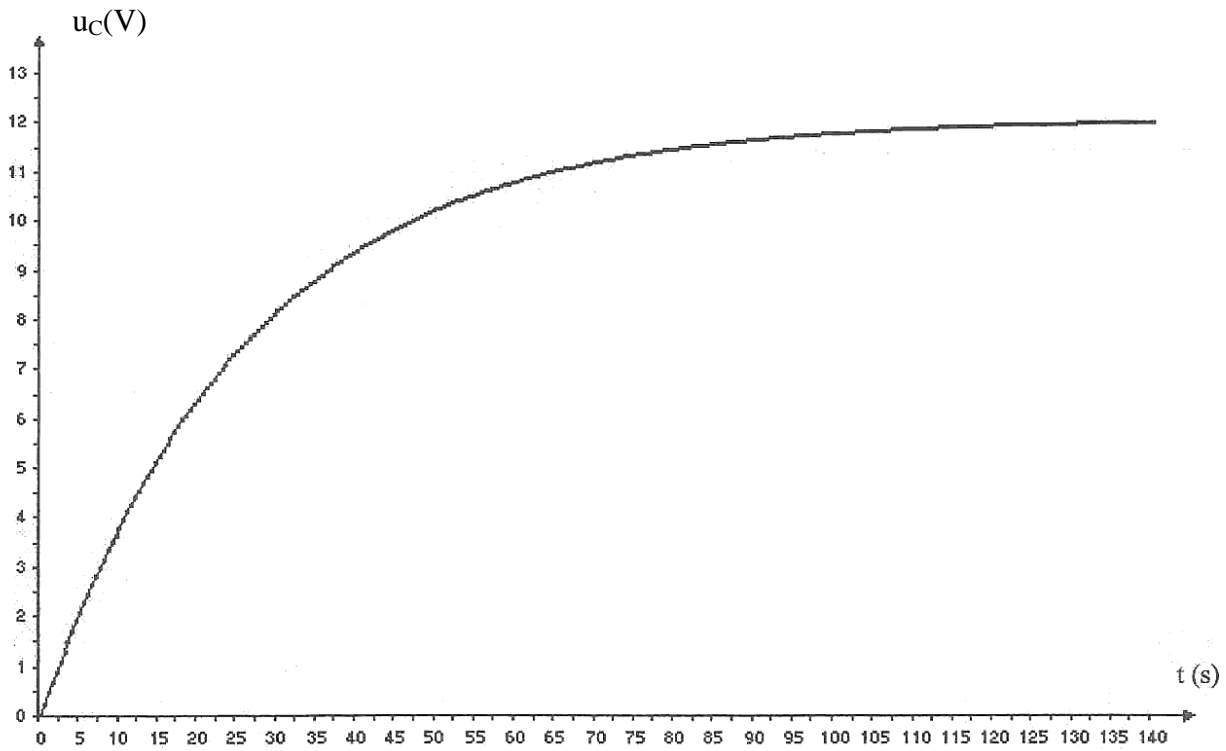

Figure 2
- 1.9.2. A l'aide de la courbe $u_C = f(t)$ donnée en ANNEXE (figure 2 à rendre avec la copie), déterminer graphiquement la valeur de τ par la méthode de votre choix. La construction qui permet la détermination de τ doit figurer sur la courbe $u_C = f(t)$.
2.2.5. Retrouver graphiquement la valeur de t_{al} à l'aide de la courbe $u_C = f(t)$ fournie en ANNEXE (figure 2 à rendre avec la copie). Indiquer clairement cette durée sur le graphe.